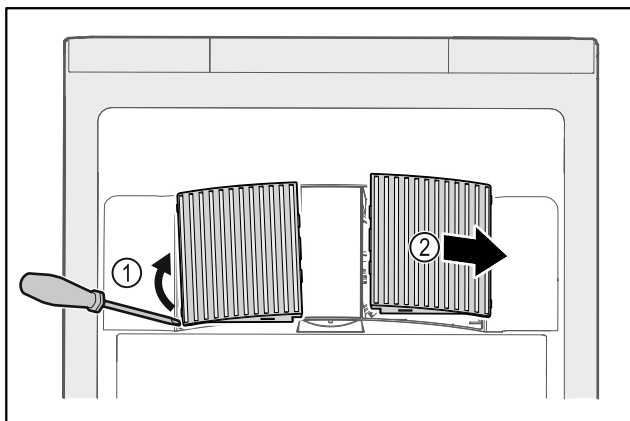

Fig. 173
- ▶ Z boku opatrně vytáhněte ventilátorové kryty Fig. 173 (1) a sejměte je směrem dopředu Fig. 173 (2).